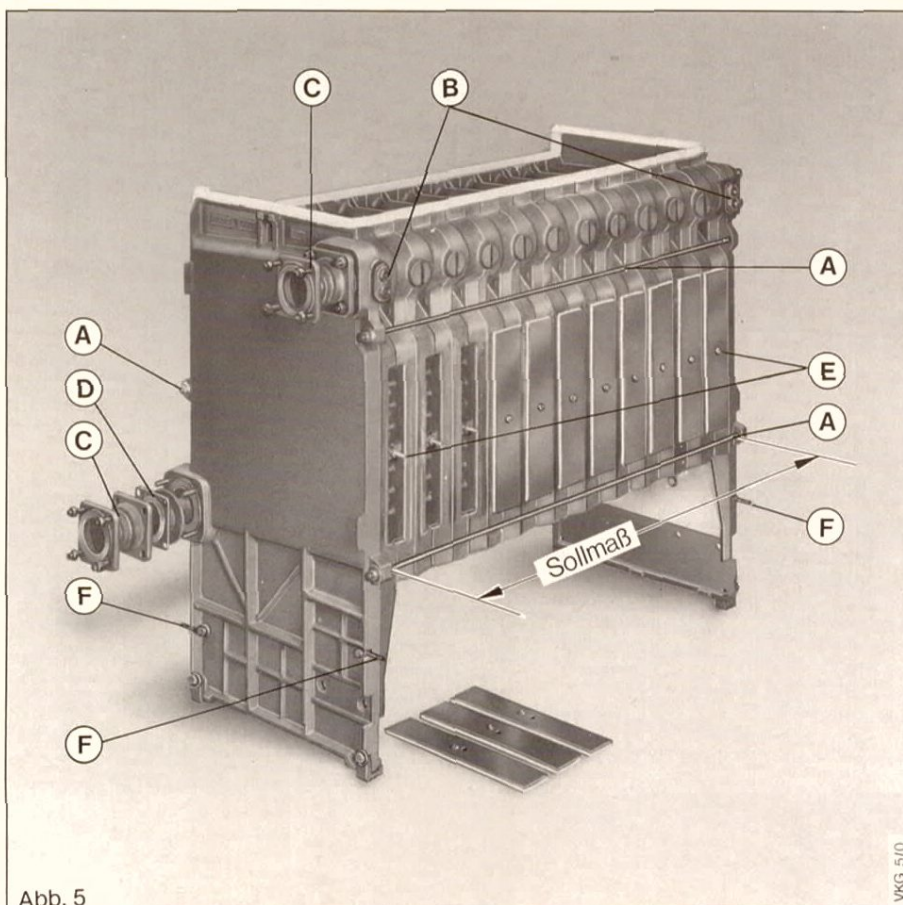
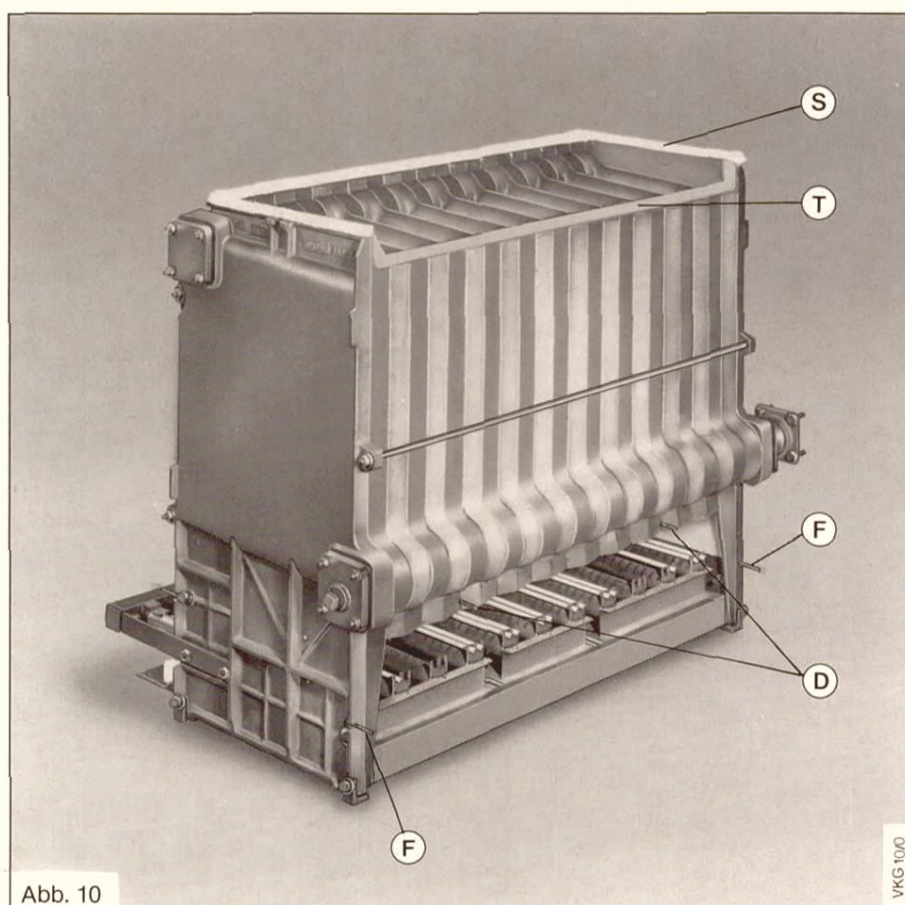
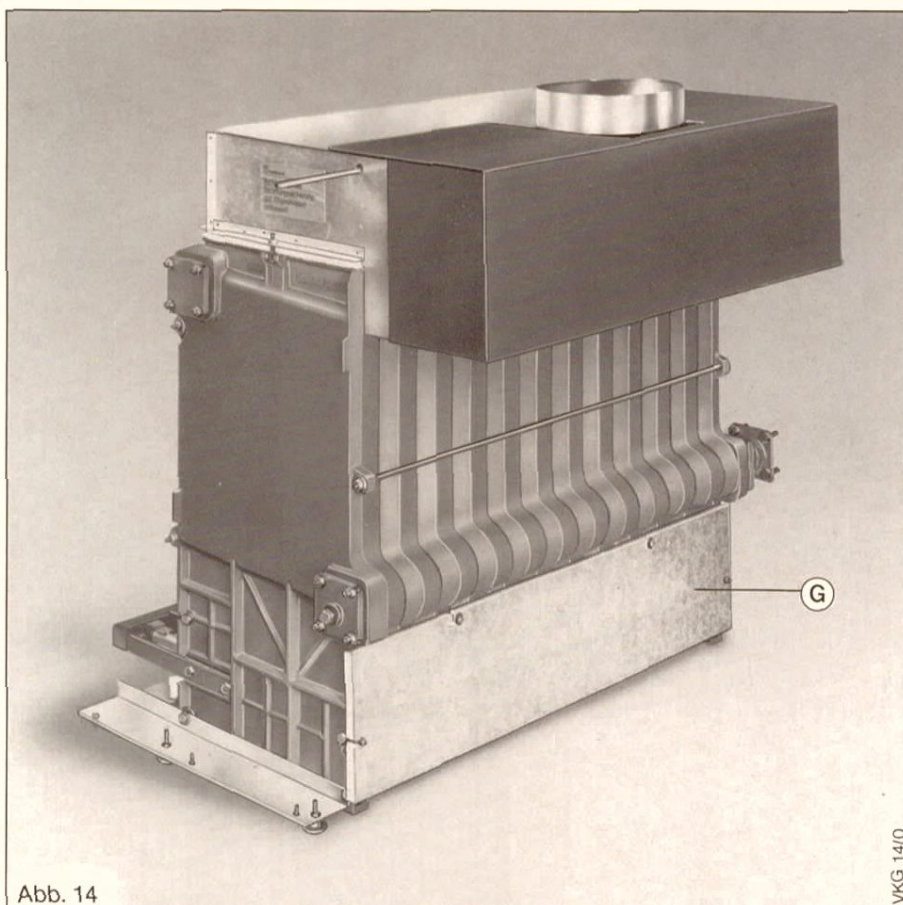

Abb. 5
Abb. 10
Abb. 14
Der VKG erhält **grundsätzlich** ein Wasserverteilerrohr (D) Abb. 5, Seite 7, auf der Seite, auf an der Heizungsrücklauf angeschlossen wird.
Doppelflansch (C), Abb. 5, Seite 7, anschrauben.
Doppelflansch (C), Abb. 5, Seite 7, an der für den Heizungsanlauf gewünschten Kesselseite anschrauben.
Achtung: Dichtungen nicht vergessen. Schutzrohre (B), Abb. 5, Seite 7, in die Bohrungen R 1/2" der Endglieder einschrauben.
Hammerkopfschraube in die Aussparung innerhalb der Reinigungsöffnung einsetzen und mit Mutter kontern. Reinigungsdeckel ansetzen, senkrecht ausrichten, mit den Messingmuttern fest anschrauben. (E), Abb. 5, Seite 7.
Darauf achten, daß die Brennerstäbe in den Schlitz (B) der Auflegewinkel hinten, Abb. 5, Seite 8, einrasten. (Mindestauflage 5 mm) und die Vorderseite der Brennerstäbe **auf den Düsen** im Gasverteilerrohr aufliegen.
An der Rückseite der Mittelglieder, siehe Abb. 10, befinden sich unten runde Aussparungen. Durch diese Aussparungen werden von der Innenseite Schrauben (D) Abb. 10 durchgesteckt, die von außen mit Muttern gekontert werden. Die Lage der Schrauben wird durch die Bohrungen in der Brennraumplatte (G) Abb. 14, bestimmt.
Augenschrauben (F) Abb. 5 und 10, mit Sechskantschrauben in den Aussparungen der Endglieder befestigen. Brennraumplatte anbringen und mit großen Unterlegscheiben und Muttern verschrauben (G) Abb. 14, Seite 11.
Augenschrauben für Brennerplatte, vorn, (F) Abb. 5, Seite 7, mit Sechskantschrauben in den Aussparungen der Endglieder (Frontseite) befestigen. Brennerplatte und große Unterlegscheiben über die Augenschrauben stecken und mit Sechskantmuttern fest verschrauben.
Vor der Montage der Strömungssicherung Montage der Abgasklappe (AGK), Abb. 11, vornehmen. Die AGK gehört bei 2-stufigen Ausführungen zum Lieferumfang. Bei einstufigen Ausführungen als Zubehör erhältlich. Dichtleiste (S) Abb. 10, des Kesselblocks mit Colla-Kleber einstreichen und mitgelieferte Dichtschnur ankleben. 2 Lagen à Ø 8 mm Dichtmasse auf Dichtleiste (T) legen Strömungssicherung aufsetzen und mit Hammerkopfschrauben am Kesselblock befestigen.
Strömungssicherung auf den Kesselblock aufsetzen und mit Hammer-schrauben fest anziehen. Siehe Abb. 14